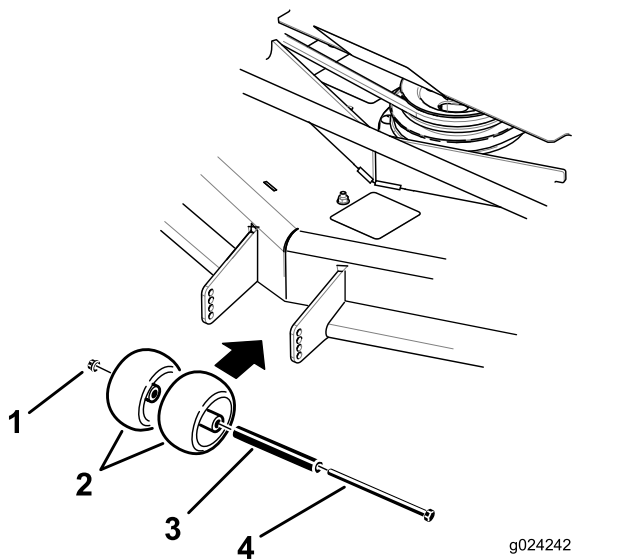
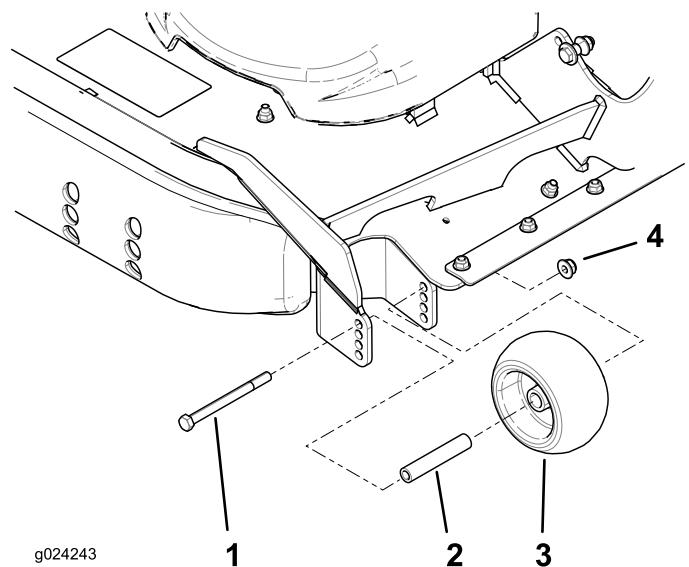

Figura 33
Figura 34
3. Regolate i rulli antistrappo come illustrato nella Figura 33 e nella Figura 34.